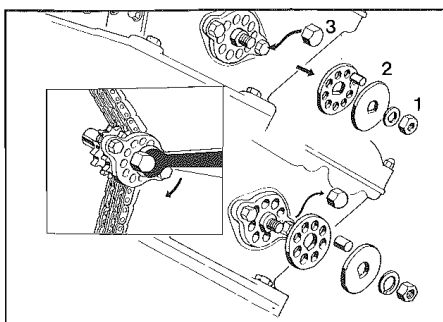

Fig. 6 - 1) Dado centrale - 2) Rondella di protezione - 3) Dado cieco
- Svitare il dado centrale 1 del tenditore e togliere la rondella 2 (**Fig. 6**).
- Unscrew control nut 1 of stretcher and remove washer 2 (**Fig. 6**).